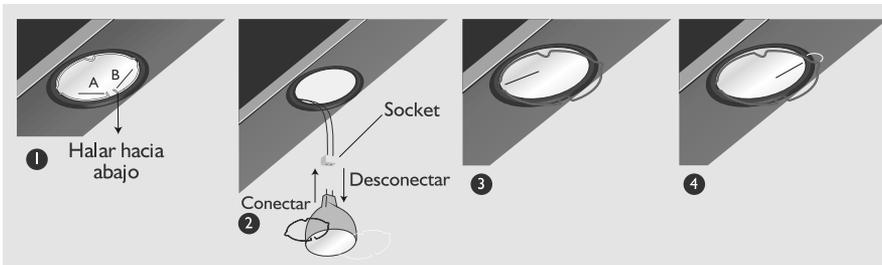

Figura 14
- Para desmontar la lámpara de la campana se deben unir las puntas A y B del alambre y luego halar hacia abajo (Figura 14, numeral 1).
- Desconecte la lámpara del socket halándola hacia abajo y al cable en dirección opuesta, teniendo cuidado de hacerlo desde el socket. (Figura 14, numeral 2).
- Para conectar la lámpara nuevamente asegúrese de introducir los pines o terminales en los orificios del socket. (Figura 14, numeral 2).
- Después de haber instalado nuevamente la lámpara en el orificio de la campana asegúrela introduciendo una de las puntas de la sujeción del alambre en las ranuras de la campana como lo indica la flecha en este gráfico (Figura 14, numeral 3).
- Finalmente, termine de asegurar la lámpara introduciendo el otro extremo de la sujeción de alambre (Figura 14, numeral 4).